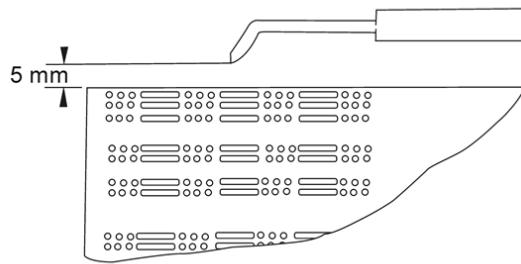

Abbildung 5
- Überprüfen Sie die Position der Zündelektrode (siehe Abbildung 5).